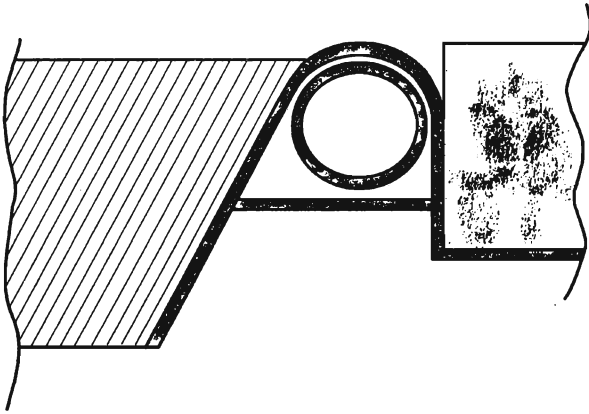

Рис. 8. Буртик водоема из поливочного шланга
*Этап VI.* Края у водоема из стеклопластика заделывают так же, как и в предыдущих вариантах. Более оригинально будет выглядеть конструкция, если по окружности положить старый поливочный шланг и завернуть вокруг него смазанные лаком края полотнищ. Получится оригинальный буртик (рис. 8).